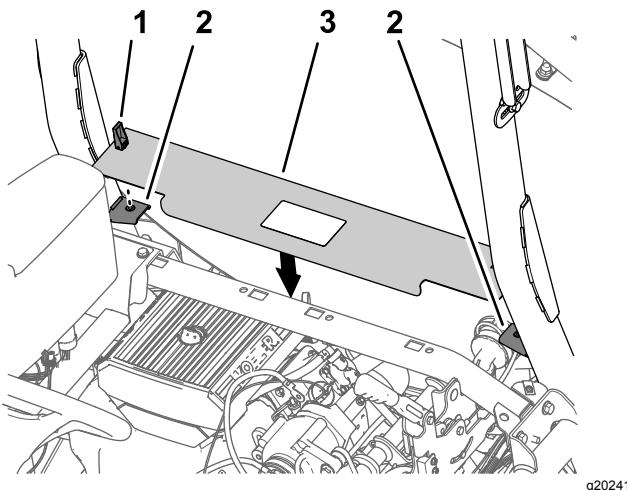

图221
1. 将发动机检修门闩锁与翻车保护杆上面板支撑托架中的衬套对齐 图221。
2. 将面板组装到支架上图221。
3. 向下转动手柄锁将面板固定到支架上图221。